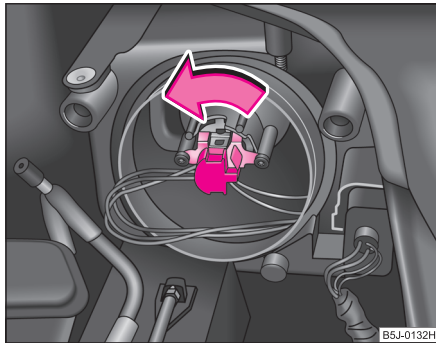

Abb. 185 Ausbau der Glühlampe für Ablend- und Fernlicht
- Beim Scheinwerfer mit Modul (Halogenglühlampe H7), ⇒ Abb. 185 den Stecker mit der Halogenglühlampe bis zum Anschlag nach links drehen und herausnehmen.